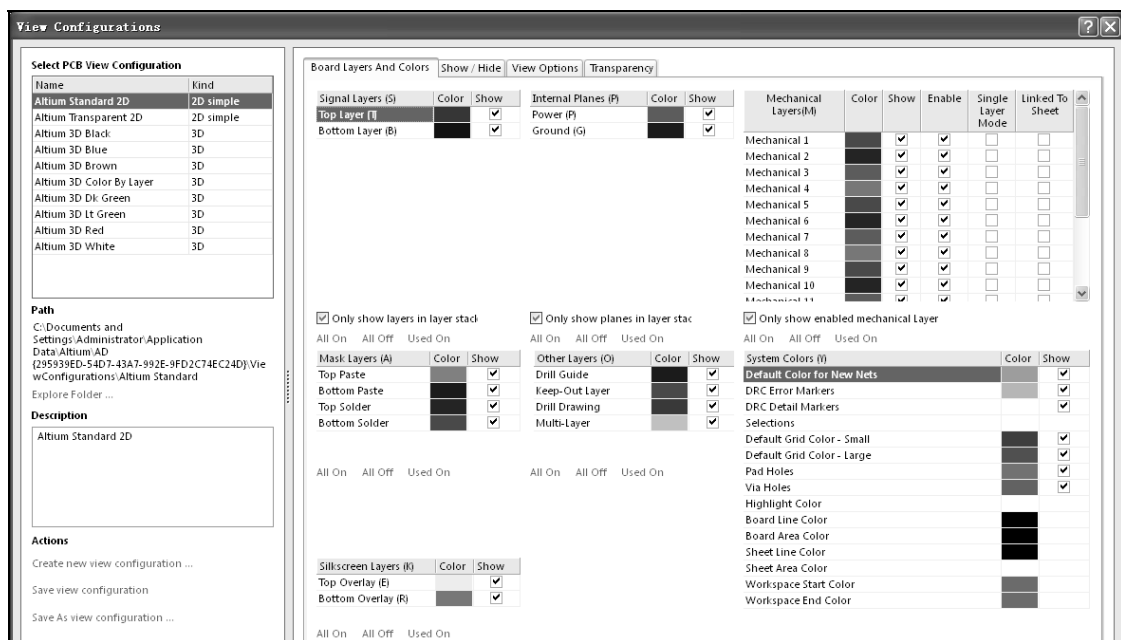

图 3.6.9 显示内层
(3) 显示内层:选择“Design (设计)” “Board Layers and Colors (PCB 板层次颜色)”命令,打开“Board Layers and Colors(板层和颜色)”对话框,如图 3.6.9 所示,在其中“Internal Planes (内部电源/接地层)”一列显示出了当前设置的两层内层,分别为“Power”层和“Ground”层,选中这两项的“Show (表示)”复选框,表示显示这两个内层。单击“OK”按钮后退出。